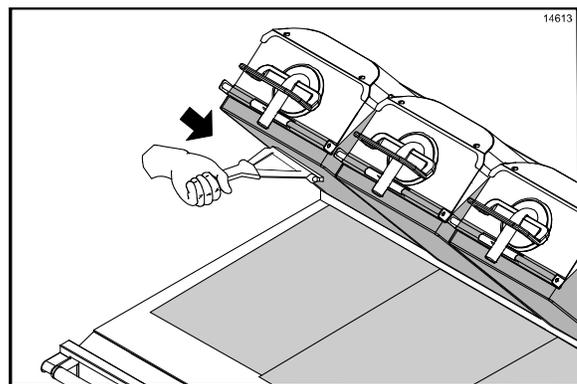

Figura 29
2. Use el escurridor para escurrir la hoja antiadherente superior de arriba hacia abajo. (Vea la figura 29.)